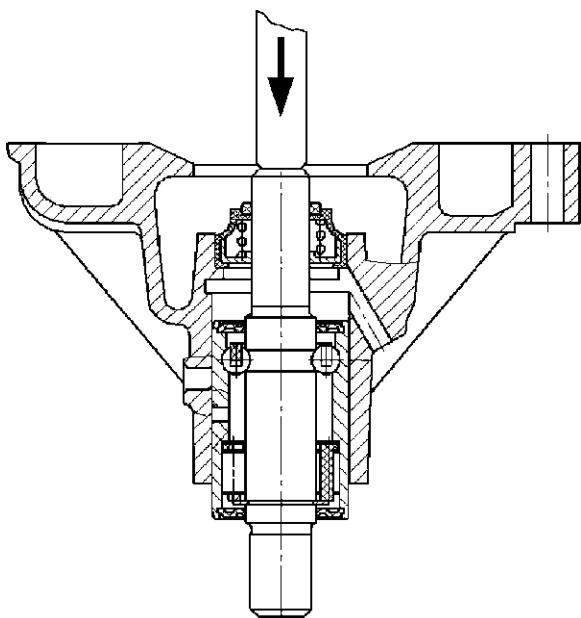

Рис. 4.51. Выпрессовка подшипника с валиком насоса системы охлаждения
- выпрессуйте из корпуса подшипник в сборе с валиком. Выпрессовку подшипника производите на прессе или молотком с помощью медной оправки (рис. 4.51);